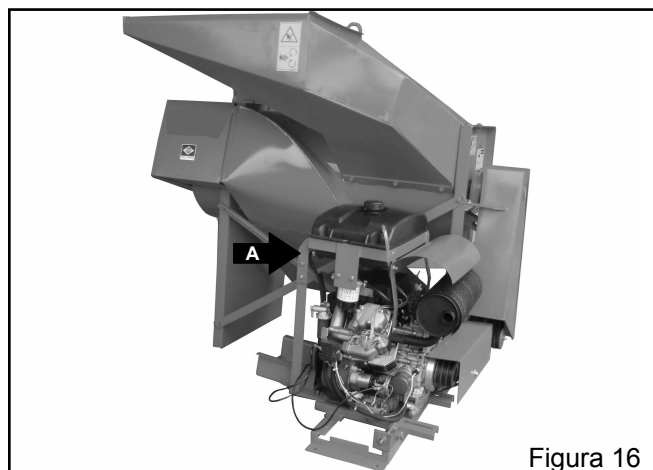

Figura 16
- j) Suporte do tanque de combustível “A” (Figura 16).